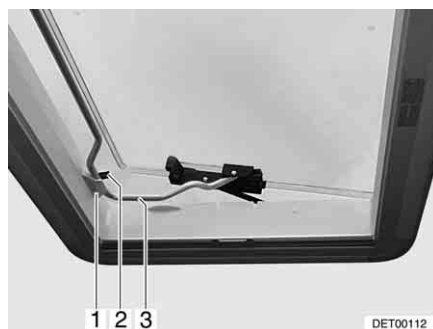

Bild 69 Heki-Dachhaube in Lüftungsstellung 2
- Bügel (Bild 69,3) in die Halterung (Bild 69,1) einlegen.
- Hebel (Bild 69,2) über den Bügel legen.